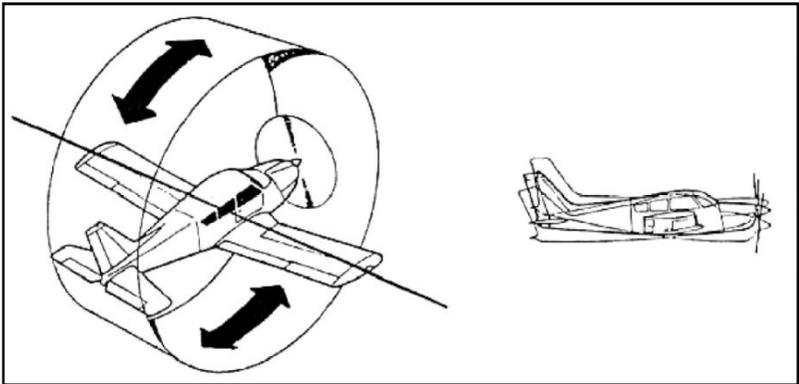

FIG. 15 – BECCHEGGIO
b) Cloche indietro: l'equilibratore orizzontale si alza, la coda si abbassa ed il muso va in su. **FIG. 15**